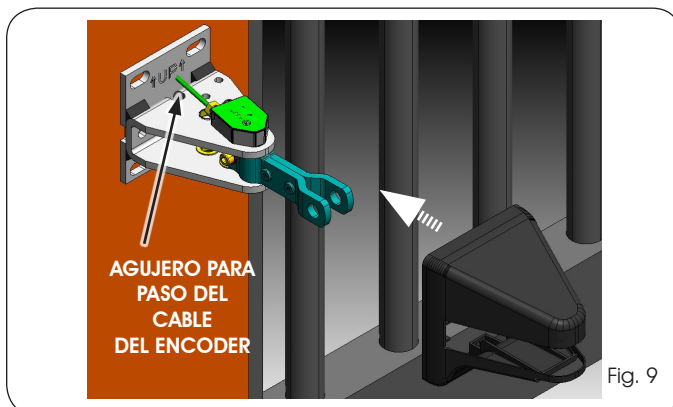

Fig. 9
4. Monte el cárter de protección en la abrazadera trasera, ejerciendo una ligera presión. (Fig. 9).